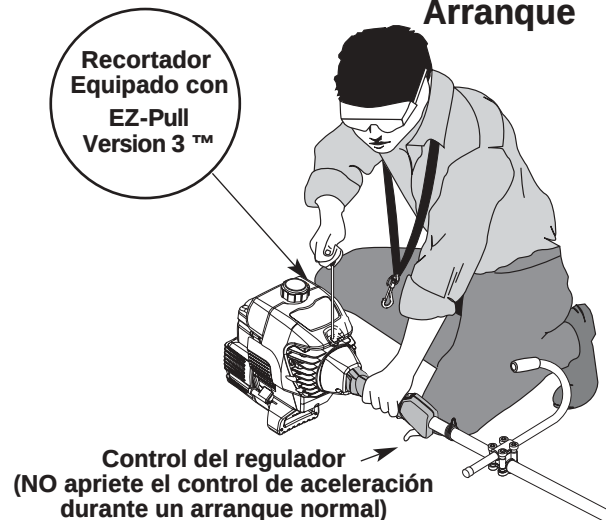

Fig. 18
ADVERTENCIA: Evite los arranques accidentales. Colóquese en posición de inicio cuando tire de la cuerda de arranque (Fig. 18). El operador y la unidad deben estar en una posición estable al arrancar la unidad para evitar graves lesiones personales.
4. Colóquese en la posición de arranque y **no apriete el control de aceleración** (Fig. 18). Hale el cordón de arranque con un **movimiento controlado y uniforme** hasta que el motor trate de arrancar. Repita hasta que el motor arranque.